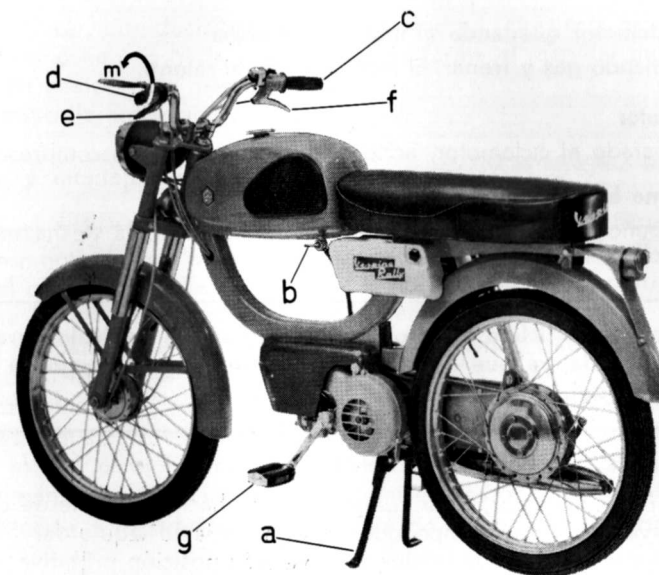

Fig. 6.—Puesta en marcha.
— Llave del depósito del combustible (fig. 6-b) con tres posiciones: cerrado (llave hacia atrás), abierto (llave hacia abajo) y reserva (llave hacia delante).
#### 1.º) Arranque con vehículo sobre caballete (fig. 6).
- Girar el puño del cambio en el sentido contrario de la flecha **m**, fig. 6. De esta forma hemos desconectado la transmisión del motor a la rueda.
Situar el puño del cambio en el sentido contrario de la flecha **m**, fig. 6, y pedalear.